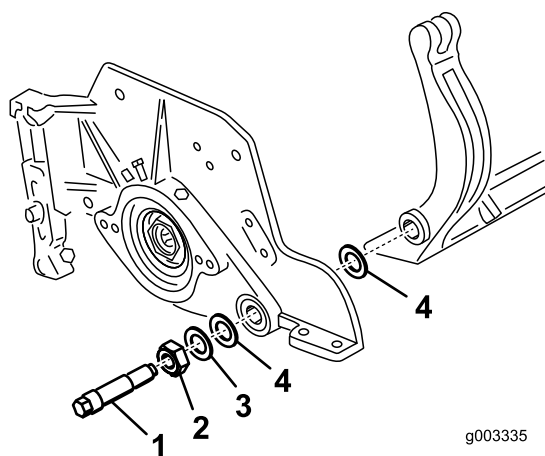

Figura 36
prensado de cada uma das extremidades da barra de apoio (Figura 36).
**Nota:** Deve colocar uma anilha de nylon em cada um dos lados da placa lateral. Coloque uma arruela de aço no exterior de cada uma das arruelas de nylon (Figura 36).